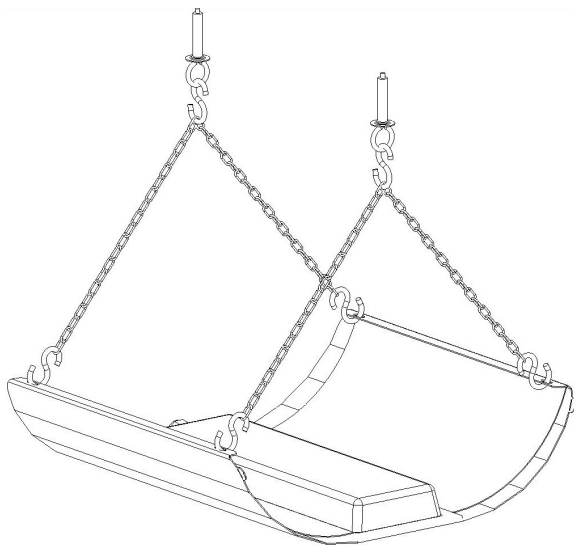

Fig. 5
- L'art.700 può essere appeso al soffitto (Fig.5).
L'apparecchio si fissa al soffitto tramite le due catenelle e i sei ganci in dotazione (Fig.5). Ogni catenella va fissata alle asole dell'apparecchio con due ganci, mentre il terzo gancio serve per appendere l'apparecchio ad un tassello ad occhiello o ad altro idoneo supporto.